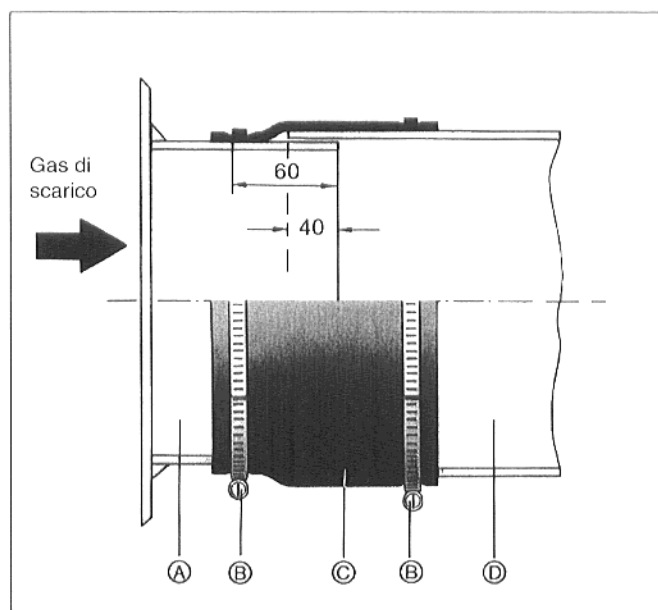

Fig. 6
- Sospingere i nastri tensori **B** sul manicotto d'ermetizzazione e stringerli (Fig. 6).